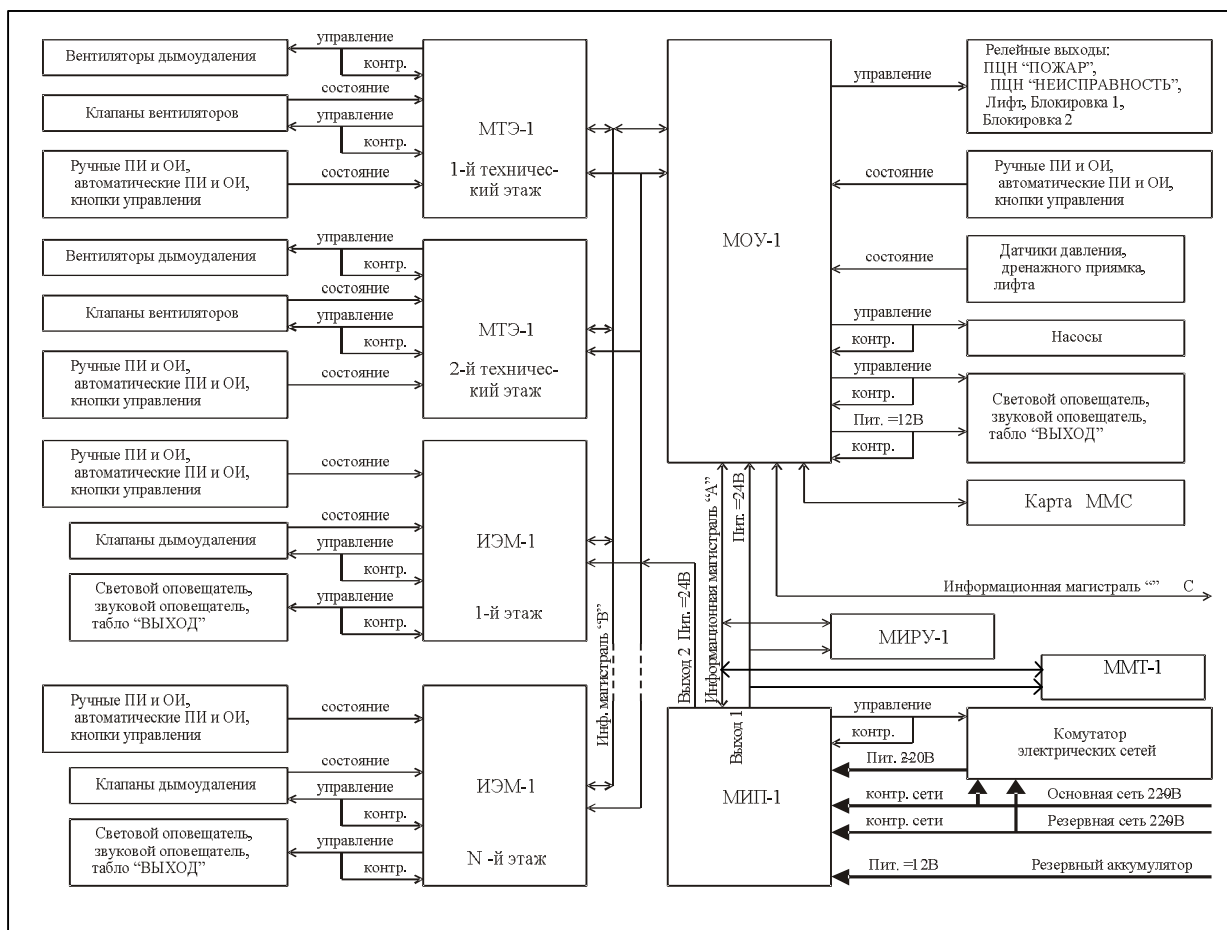

Рис. 1. Структурная схема системы «ВЭРС-АСД».
3.2. Структурная схема системы ВЭРС-АСД представлена на рис. 1.
Внешний вид МИРУ-1 приведен в прил. 2. рис.1.